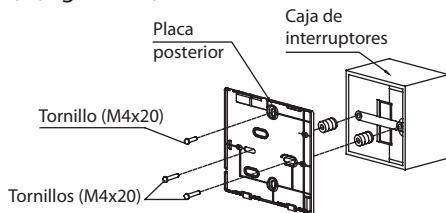

Figura 3-6
- Para el montaje de la caja de interruptores, fije la placa posterior en la caja de interruptores con 2 tornillos (M4x25) y fíjela en la pared con 1 tornillo (M4x20). (Figura 3-6)